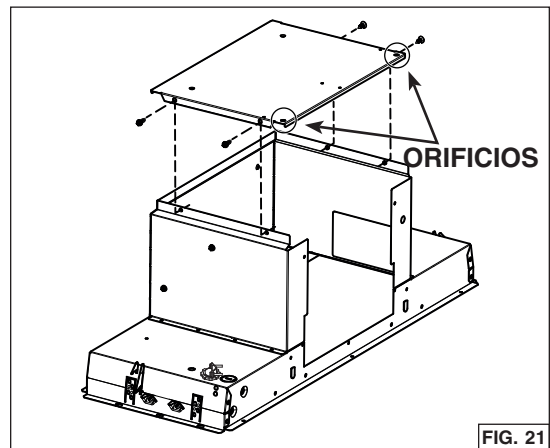

FIG. 21
9. Instale la placa trasera en la parte superior del aparato, donde estaba la placa de soporte del ventilador. Los orificios cerca de las esquinas deben encontrarse en la parte trasera del aparato. Sujétarla a la parte superior del aparato usando los 4 tornillos retirados previamente al paso 7 (FIG. 21).